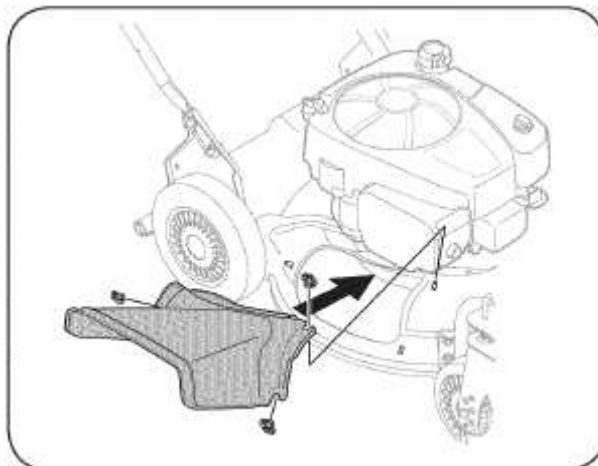

РИС. 6
2. Подсоедините крышку устройства боковой разгрузки и зафиксируйте его теми же гайками (см. Рис. 6).